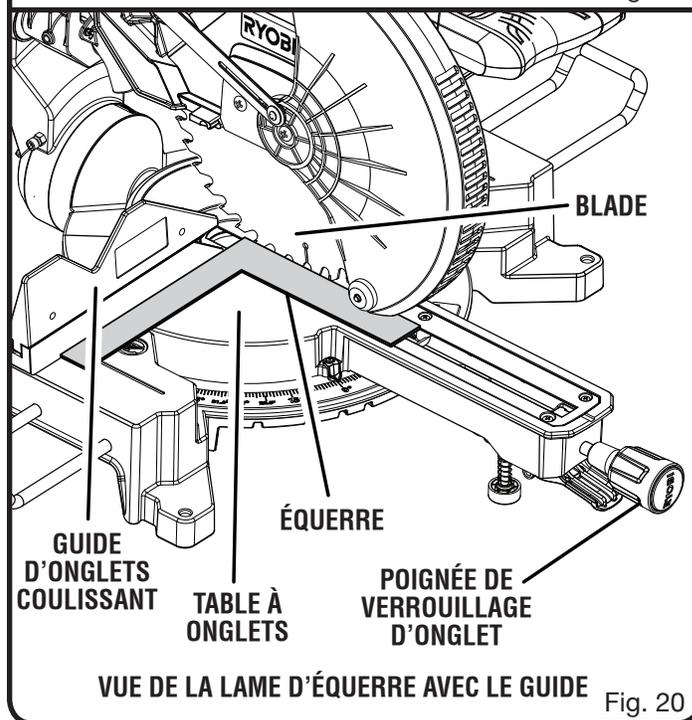

Fig. 20
Voir les figures 20 à 26.
- Le bord de l'équerre et la lame doivent être parallèles, comme le montre la figure 20.